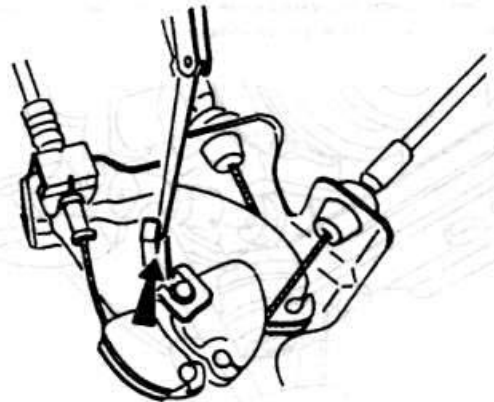

Рис. 3.54
- ◆ В этом положении зазор между упором регулировки частоты вращения холостого хода двигателя и кулачком, помещенным на кронштейне, должен составлять 1-2 мм (рис. 3.54).